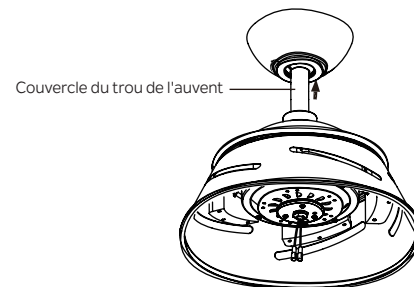

Fig. 17
Étape 3. Fixez et serrez solidement le couvercle du trou de l'auvent sur les vis à épaulement du support de montage en utilisant la fonction de verrouillage par rotation de la rainure de clé. (Fig. 17)